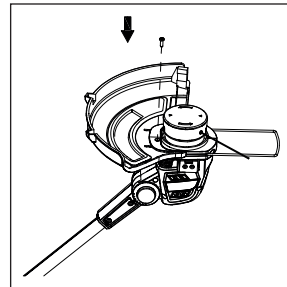

рис. 5
- Закрепите защитный экран на корпусе двигателя с помощью винта из комплекта (см. рис. 5).